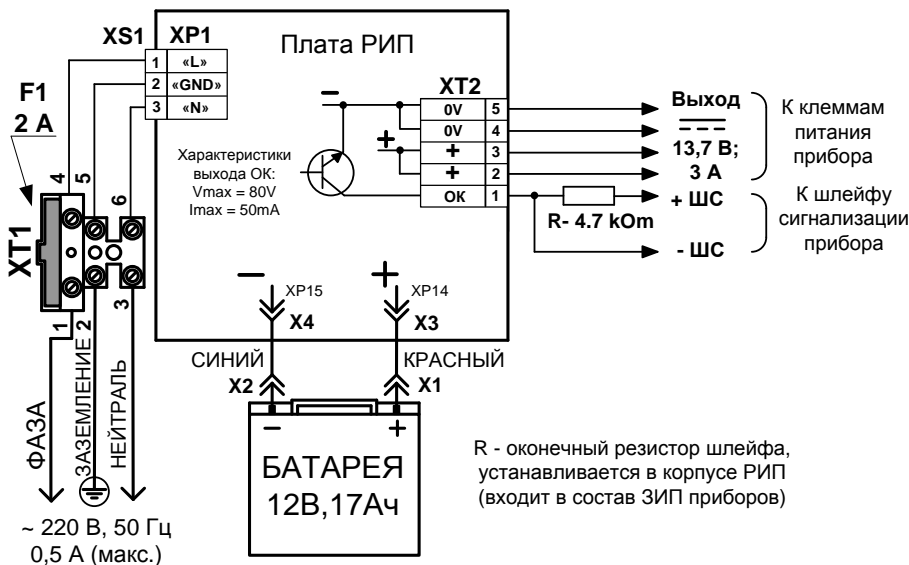

Рисунок 2
**ВНИМАНИЕ! При подключении внешнего питающего напряжения 220 В к сетевой колодке ХТ1 необходимо соблюдать правильность подключения проводов «фаза» и «нейтраль». Подключение производить в соответствии с Рис. 2. Схема подключения также расположена на внутренней стороне корпуса РИП.**
3.2.5 Согласно схеме соединений (рис. 2):
б) изъять из колодки вставку F1 (2 А), подключить сетевые провода к входной колодке (фаза (L) должна быть подключена к ХТ1:1, см. рис. 2);
г) для дистанционной сигнализации перехода на резервное питание или короткого замыкания подключить РИП к шлейфу сигнализации запитываемых приборов. Пример подключения РИП к приборам «Сигнал-20», «Сигнал-20П», «С2000-4» и им подобным приведен на рис. 2.
а) Подключить батарею к клеммам, соблюдая полярность (провод красного цвета подключается к положительному выводу батареи). Для увеличения времени работы РИП от резервного источника подключить клеммы кабеля Бокс-12 исп.0 (Бокс-12/34М5) параллельно клеммам основной батареи. Для отключения АБ без инструмента можно отсоединить одну из клемм Х3 или Х4 от платы (см. рис. 2).
з) Если ожидается длительный перерыв в питании от сети 220 В (более 7 суток), то во избежание переразряда АБ следует отключить её от платы РИП (отсоединить одну из клемм Х3 или Х4 от платы (см. рис. 2)).